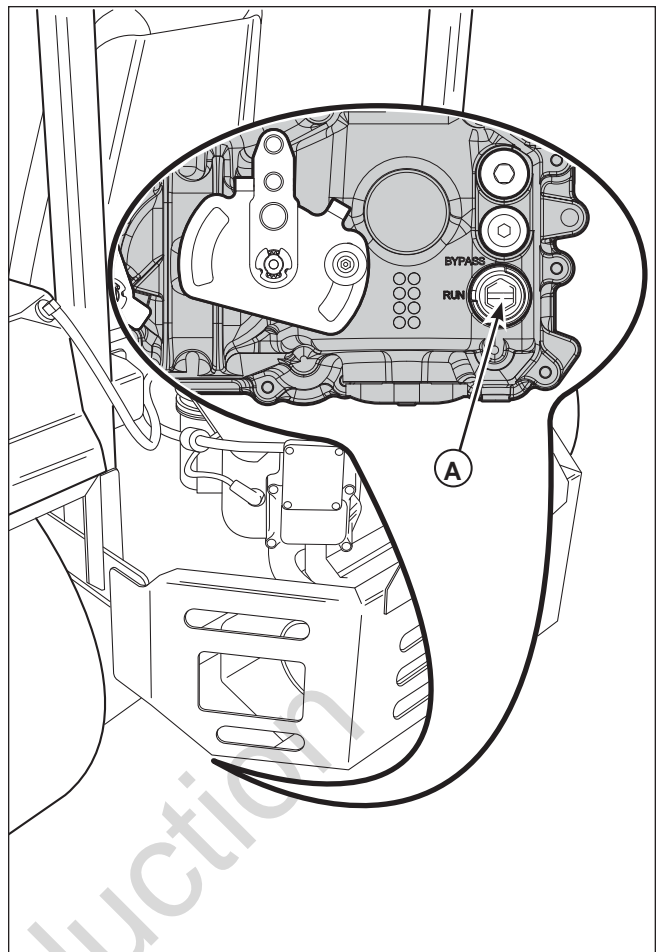

Figura 8. Sistema Hidráulico By-Pass
2. Abra la válvula de derivación hidráulica. Para abrir la válvula de bypass, a su vez la válvula de derivación, que se encuentra en la lado de la transmisión, en sentido horario. Vea la Figura 8 para ubicación de válvulas.